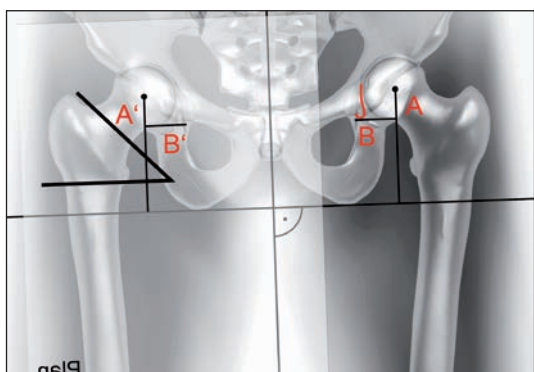

Fig. 2
- Trasferire il centro di rotazione sul lato malato tracciando le linee A' e B' (Fig. 2)